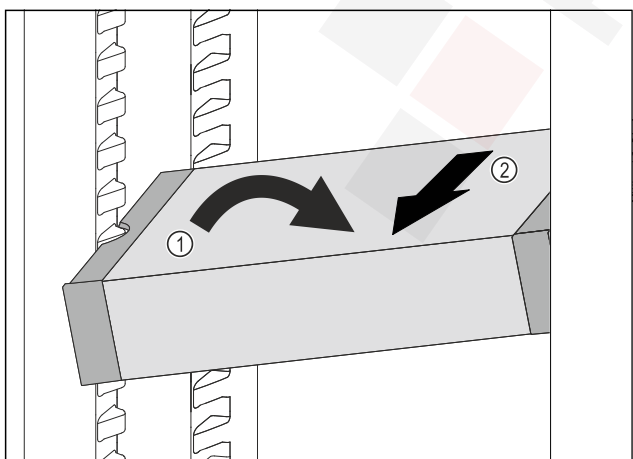

Fig. 79
- ▶ Állítsa ferde helyzetbe a VarioSafe-fiókot a hűtőrészben. Fig. 79 (1)
- ▶ Előrefelé vegye ki a VarioSafe-fiókot. Fig. 79 (2)